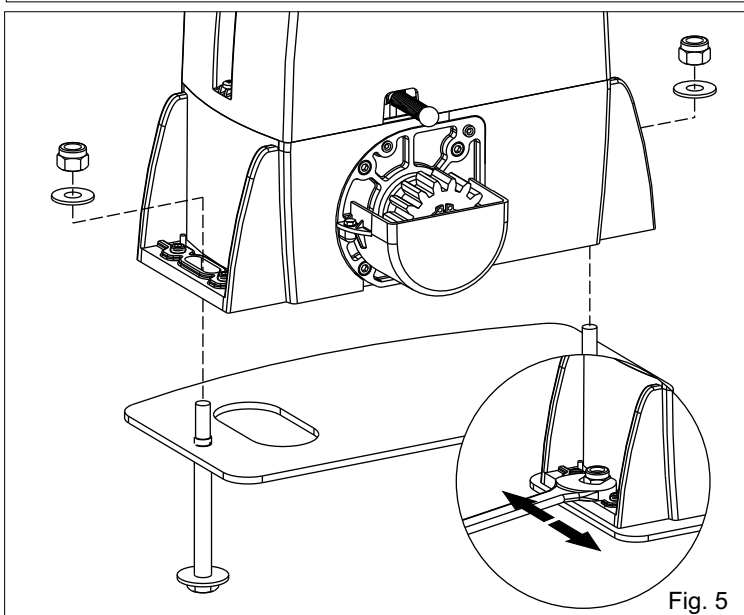

Fig. 5
4.2. Fixer le motoréducteur à la plaque de fondation avec les 2 écrous en réglant la position latérale (Fig.5) pour le respect des cotes cités dans Fig.2.